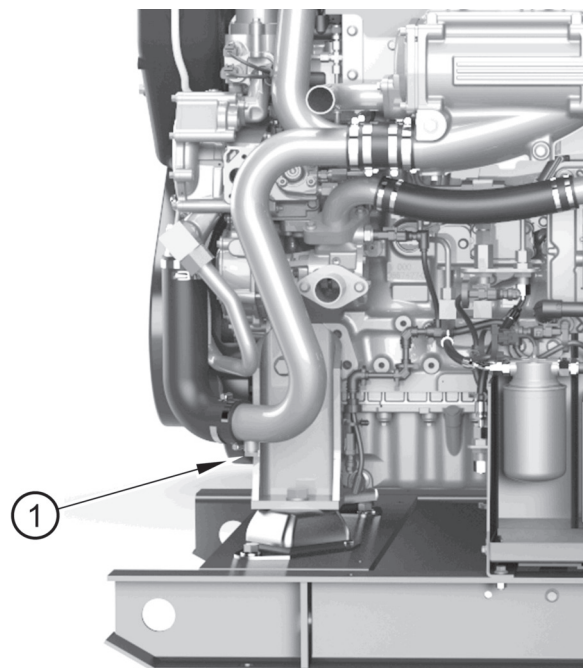

Figura 6
2. Quite el tapón de drenaje (figura 6, elemento 1) del tubo del intercambiador de calor.